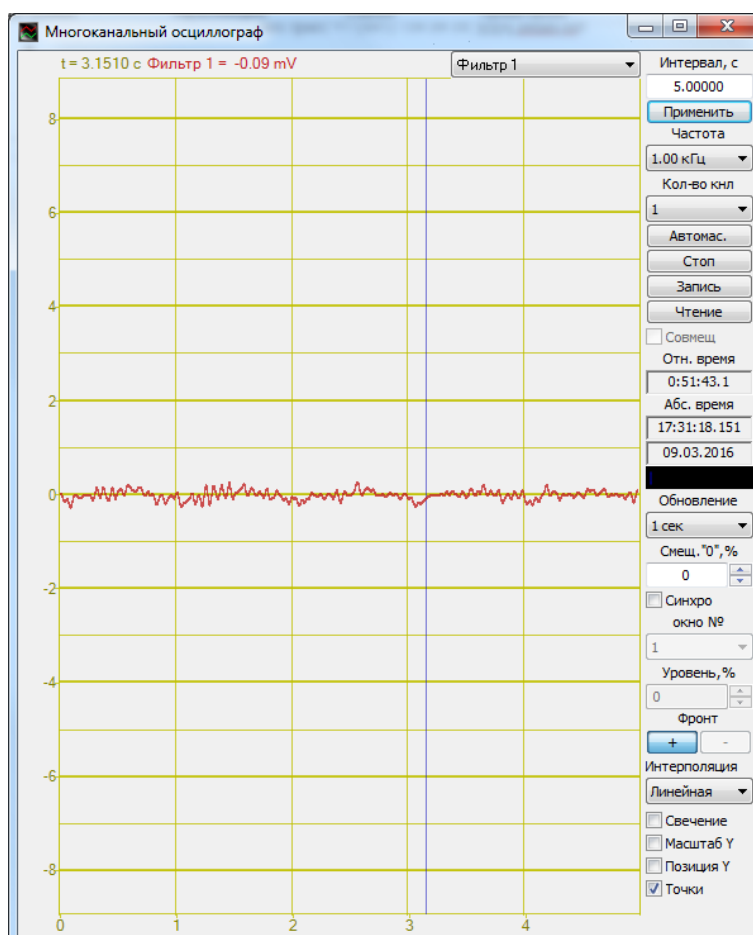

Рисунок 28
- убедиться в том, что для параметра «Частота» в окне программы «Многоканальный осциллограф» (Рисунок 28) установлено значение по умолчанию "1.0 кГц";
- при отсутствии воздействий на регистратор СДЛ (отсутствие ударных воздействий на регистратор СДЛ, либо его перемещений) осциллограмма сигнала с встроенных в регистратор СДЛ акселерометров после фильтрации будет представлять собой осциллограмму с постоянной и переменной составляющими близкими к нулю, как изображено на примере (Рисунок 28);